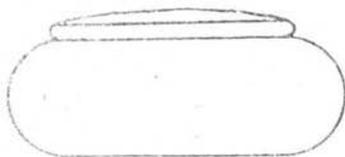

Fig. 7
d) Des poudriers (voir croquis ci-dessous) (fig. 7).